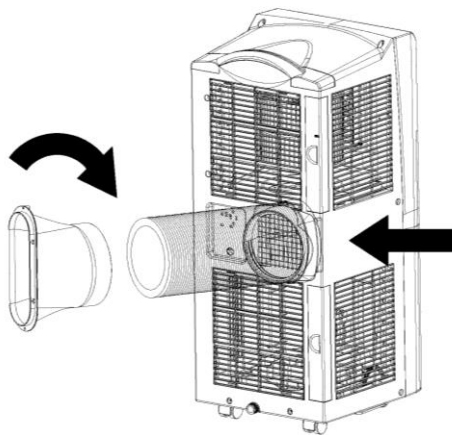

Abbildung 1
#### 1.1 Installieren Sie die Wärmerohrbaugruppe (wie in Abb.1)
2) Stecken Sie die Wärmerohrbaugruppe (das Ende der Abluftverbindung) in den rückseitigen Lüftungsschlitz (nach links drücken) und vervollständigen Sie die Einheit (wie in Abbildung 1 dargestellt).